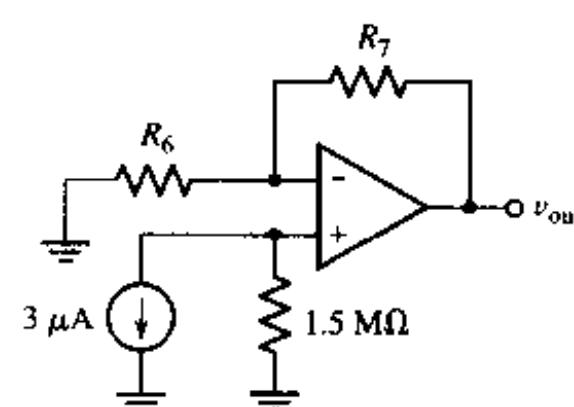

图 6.31
10. 在图 6.31 所示电路,不使用电源变换,给出 v_{out} 的表达式。